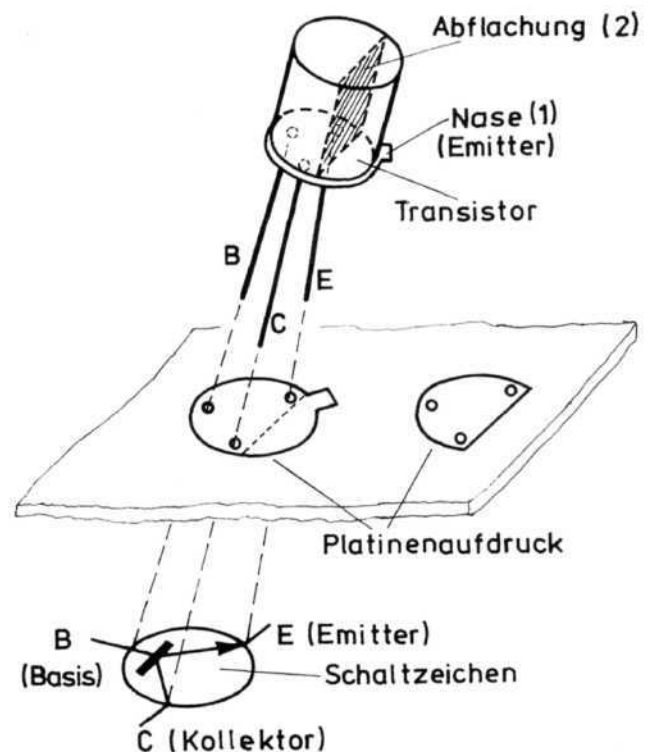

Bild 43. Transistordarstellung
Als Merkmal für die einzelnen Anschlußpunkte gelten entweder eine Nase (1) in der Nähe des Emitteranschlusses, eine Abflachung (2) in Richtung Kollektor - Emitter oder der direkte Aufdruck der Anschlüsse E, B und C (Bild 43).